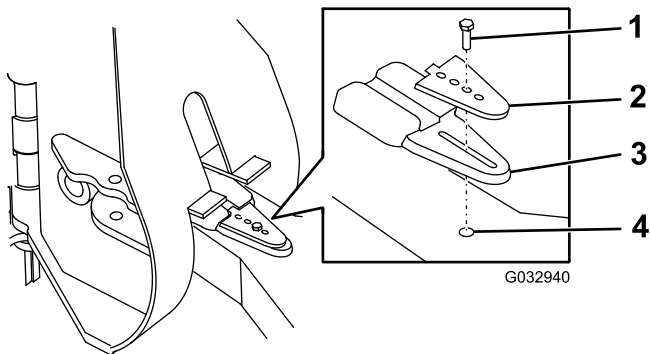

Figure 46
2. Réglez la plaque de butée (Figure 46).
3. Fixez la plaque sur la butée et le cadre de poussée à l'aide du boulon retiré précédemment (Figure 46). Serrez le boulon à 31 N·m (23 pi-lb).